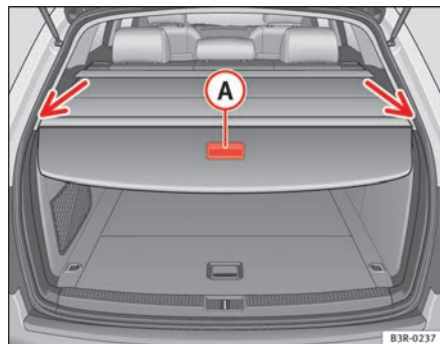

Fig. 120 Porta do porta-bagagens aberta com bandeja puxada
- Puxe a pega **A** ⇒ fig. 120 e estique de forma uniforme a cobertura enrolada no sentido da parte traseira do veículo.
- Introduza as extremidades da barra transversal nos dispositivos de fixação que existem à esquerda e à direita ⇒ fig. 120 -seta-, no revestimento lateral.